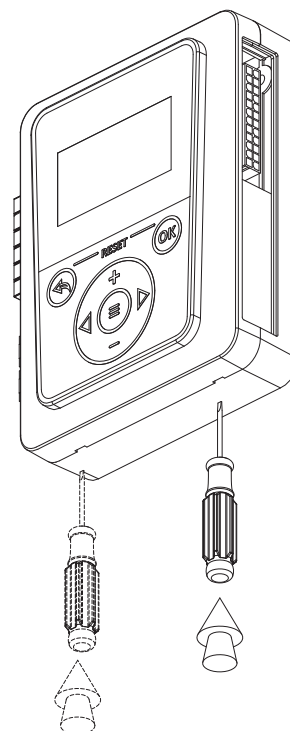

Рис.16 Демонтаж лицевой панели
2. снимите лицевую панель контроллера, ослабив защелки с помощью отвертки (**рис.16**);